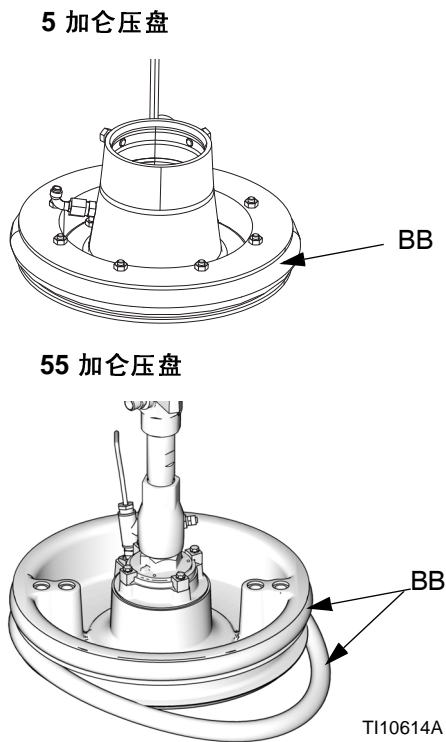

图 42
1. 使用木质或塑料工具以防损坏刮环 (BB)，清洗掉密封槽上的所有材料。
2. 从底部开始操作，将一根刮环 (BB) 弯出压盘 (D) 背面。参见图 42。
3. 将刮环 (BB) 插入顶槽中，让刮环前部进入槽中。
4. 如果使用 55 加仑的压盘，则将第二个刮环 (BB) 插入下部凹槽，然后将刮环的前部插入凹槽中。